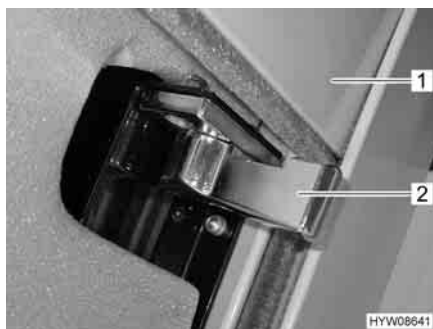

Fig. 27 Chiusura di sicurezza oscurante a rullo
- Premere e tenere premuto il pulsante basculante (Fig. 25,1 o Fig. 26,1) finché l'oscurante a rullo (Fig. 27,1) ha raggiunto la posizione più alta.
- Sui entrambi i lati, ruotare spingendo indietro (Fig. 27) la chiusura di sicurezza (Fig. 27,2).